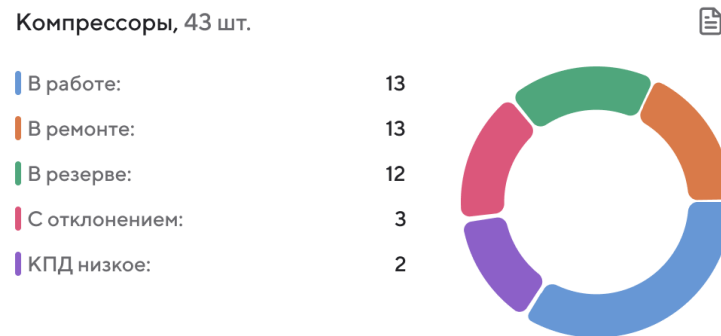

Рисунок 55 – Карточка категории оборудования
- по категориям оборудования (Рисунок 55);
Каждая карточка категории оборудования (Рисунок 55) содержит следующую информацию: